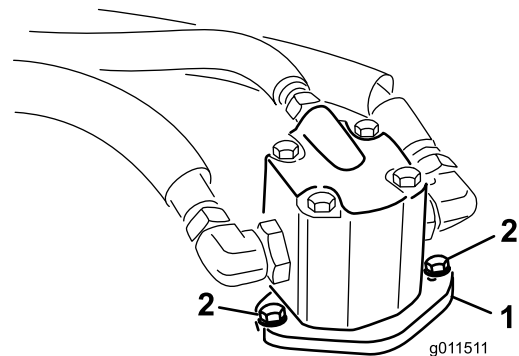

Figura 76
4. Retire os parafusos que fixam o motor hidráulico à plataforma do cortador (Figura 76).